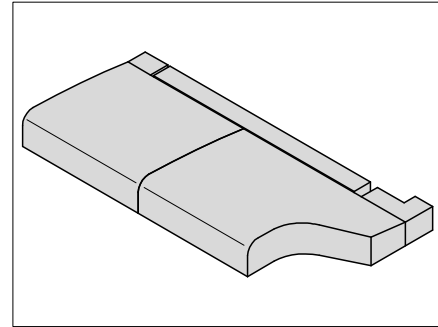
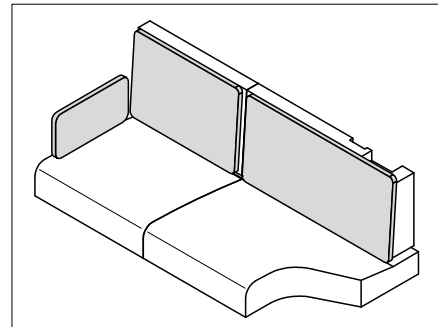

Bild 202 Sitzauflagen positionieren
Bild 204 Polster für Rückenauflagen
- Sitz-, Rücken- und Zusatzpolster wie in Bild 202 bis Bild 204 gezeigt auflegen.